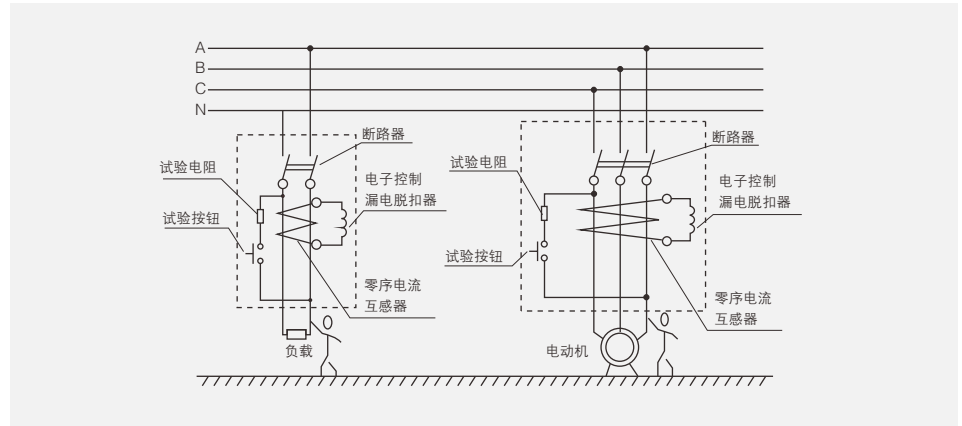

图4 工作原理图
- 5.2.2 当被保护通过芯片的处理电路中有漏电或人身触电时，只要剩余电流达到整定动作电流值零序互感器的二次绕组的输出信号就触发可控硅导通，并通过漏电脱扣器使剩余电流动作断路器动作，从而切断电源起到漏电和触电保护作用。工作原理图(见图4)。